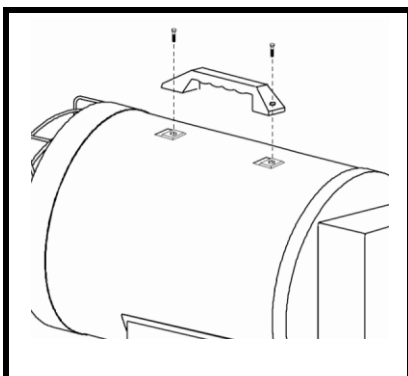

Abb. 3
- Bringen Sie das Gewinde im Gehäuse mit dem Loch des Handgriffes übereinander, siehe Abb. 3.